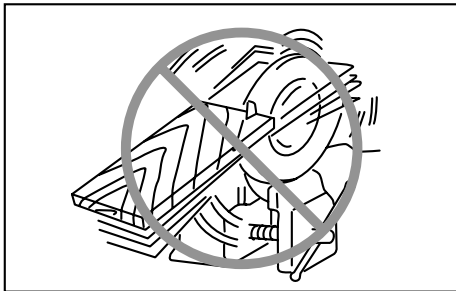

Fig. 7
17. **No intente nunca serrar con la sierra circular sujeta al revés en un tornillo de banco. Es sumamente peligroso y puede ocasionar graves accidentes. Fig. 7**